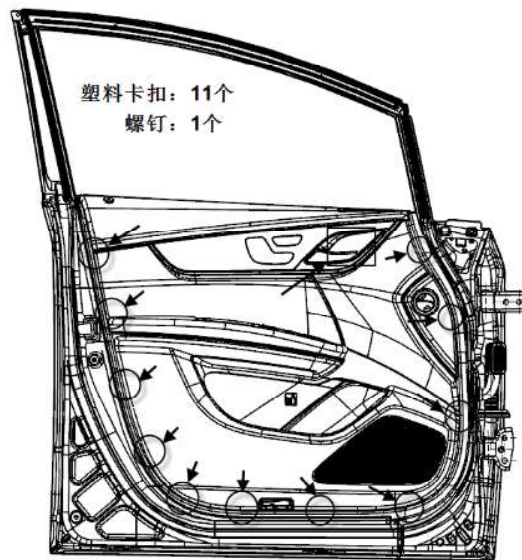

图1-44 前门板拆卸示意图
门护板总成通过螺钉和卡扣安装在车门钣金上，如图1-44所示，按(1) - (6)的顺序拆卸门板：